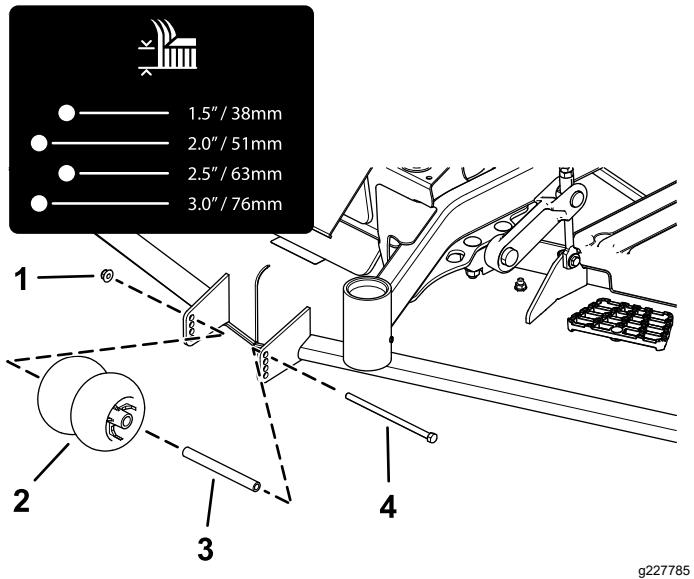
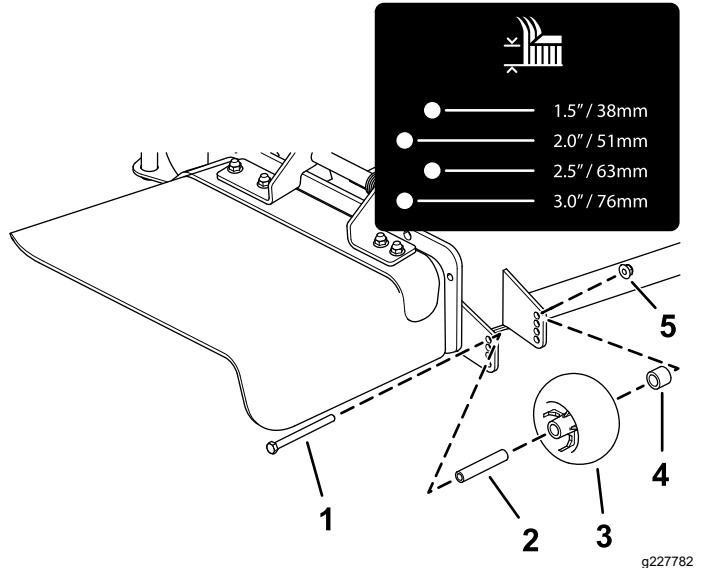
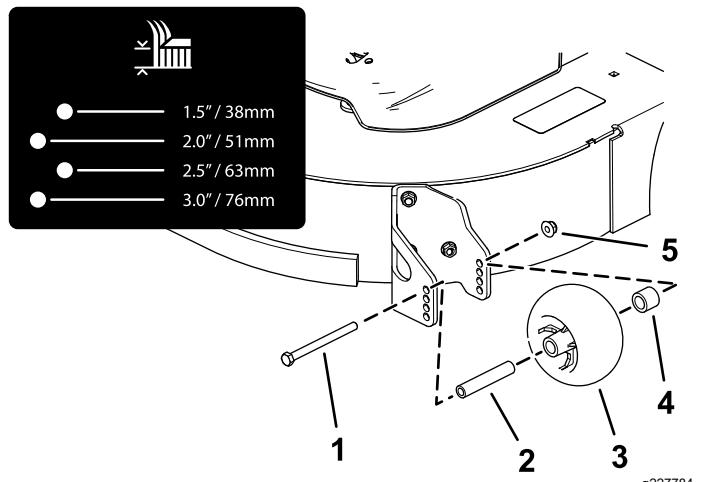

Figura 25
Figura 26
Figura 27
4. Ajuste los rodillos protectores del césped como se muestra en la Figura 25, la Figura 26, la Figura 27 y la Figura 28.